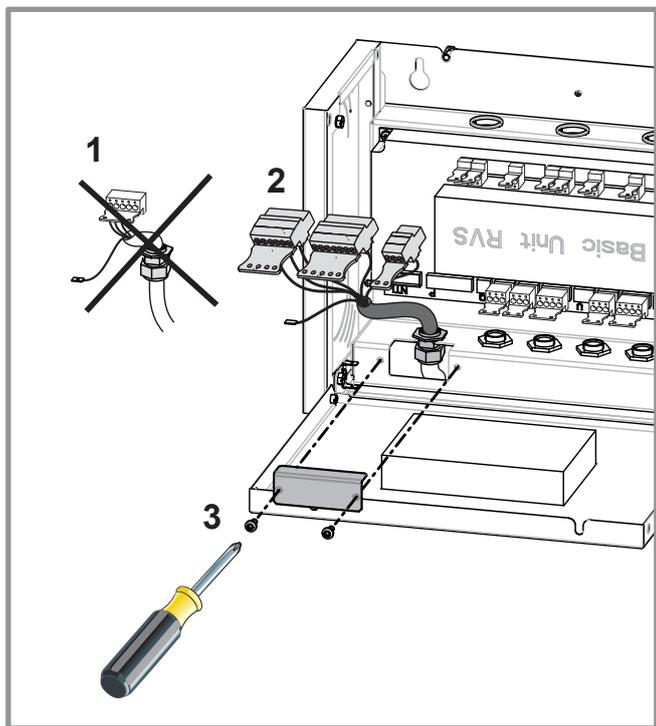

figure 13 - Passage des connecteurs et fixation plaquette
- Insérer les connecteurs régulation du faisceau ControlBox dans l'orifice prévu à cet effet **figure 13**, (rep. 2).